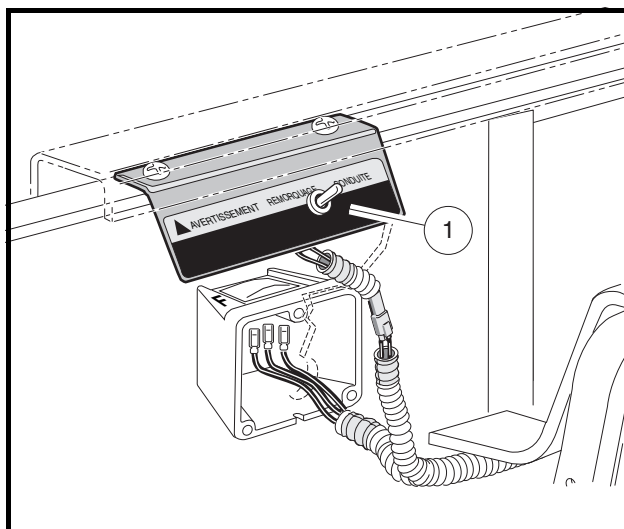
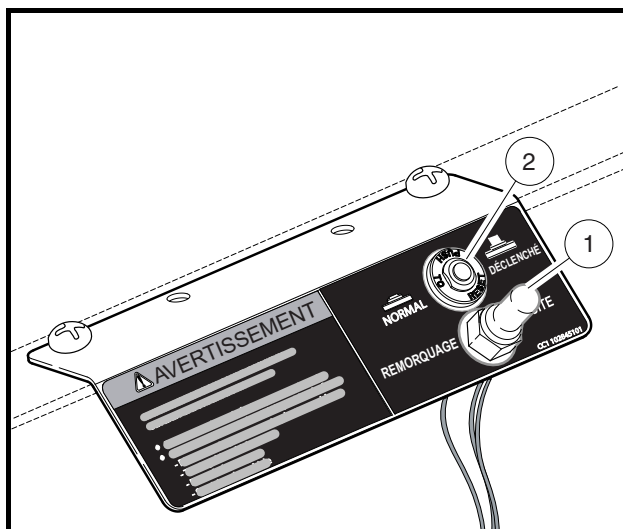

Figure 17 Commutateur de remorquage/conduite – IQ System
Figure 18 Commutateur de remorquage/conduite – IQ Plus
Les véhicules électriques sont équipés d'un commutateur de remorquage/conduite (1) situé sur le panneau de support du siège, sous le siège (**Figure 17** ou **Figure 18**, page 32). Le commutateur de remorquage/conduite doit être en position de CONDUITE pour pouvoir utiliser le véhicule. Lorsque le commutateur est en position de REMORQUAGE, l'alimentation des composants électriques du véhicule est coupée et le véhicule ne fonctionne pas. Voir **REMARQUE** ci-dessous.
Les véhicules IQ Plus sont équipés d'un disjoncteur (2) situé à côté du commutateur de remorquage/conduite (Figure 18). Si le disjoncteur a été déclenché, une série de bips rapides est émise et la vitesse du véhicule ralentit à environ la moitié de sa vitesse maximale programmée. En cas de disjoncteur déclenché, arrêter complètement le véhicule, retirer le siège et pousser le disjoncteur pour le réarmer. Si le disjoncteur se déclenche à nouveau lorsque le véhicule est remis en marche, contacter votre distributeur/concessionnaire local Club Car.